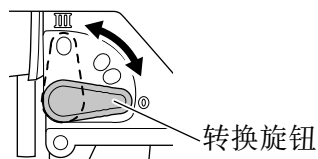

图 11
- (1) 该曲线锯采用轨道作业，对锯片进行前后及上下移动。将图 11 所示的转换旋钮调至“0”可停止轨道作业（锯片将仅进行上下移动）。轨道作业可在从“0”到“III”4个等级中选择。
- (2) 对于硬质材料如钢板等，减少轨道作业；对于软质材料如木材，塑料等，增多轨道作业以提高工作效率。如需对材料进行精密切割，减少轨道作业。